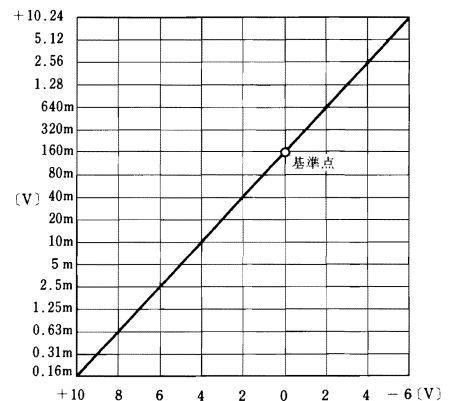

図 3 LGA-1入出力関係図
- (1) 入出力電圧対応… $E_0 = E_{REF} \times 2^{(-E_i)}$
- (2) 入力電圧範囲 …… $+10V \sim -6V$
- (3) 入力抵抗 …… $100M\Omega$ 以上
- (4) 出力電圧範囲 …… 図 3
- (5) 最少負荷抵抗 …… $3k\Omega$
- (6) 小信号周波数応答… $f_c \cong 8kHz$
- (14) 入出力関係図 …… 図 3